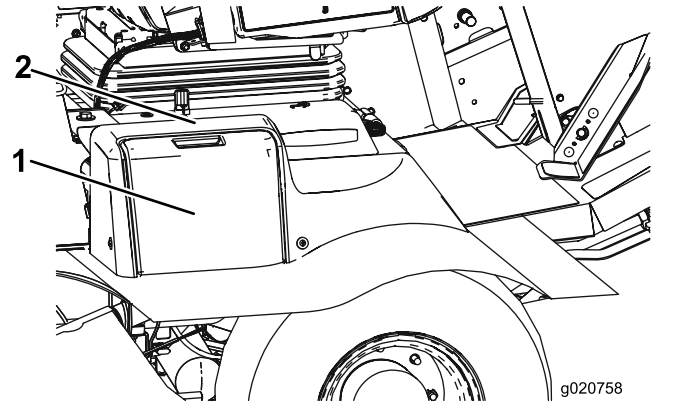

Bild 83
1. Öffnen Sie die Batterieabdeckung an der Seite der Abdeckung (Bild 83).
**Hinweis:** Üben Sie Druck auf die flache Oberfläche über der Batterieabdeckung aus, um das Entfernen der Abdeckung zu erleichtern (Bild 83).